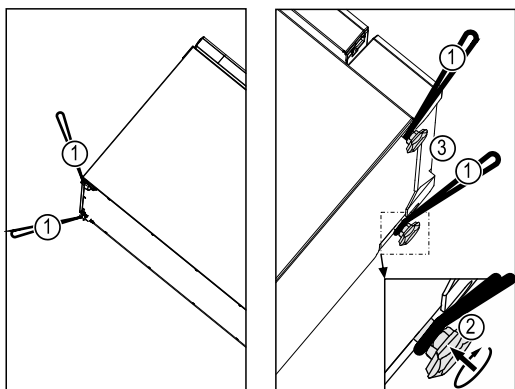

Fig. 6
- ▶ Skru de justerbare fødder Fig. 6 (2) fast på enheden, så de nederste transportstropper kan benyttes.
- ▶ Brug alle fire bærestropper. Fig. 6 (1)